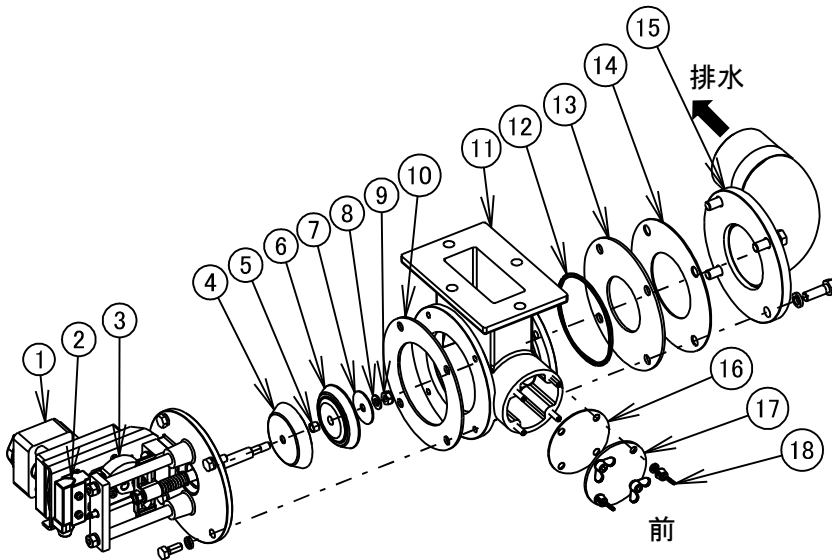

図 8-12
8. 3. 7 排水弁(図 8-12)
4) 排水弁補助弁の交換 (図 8-12)
- ・①モータと②リミットスイッチのケーブルコネクタを外します。①モータアース線を外します。
- ・ボルト(M8)を緩めて①～⑩一体品を取り外します。
- ・⑩Uナット(M8)を緩めて⑤～⑧弁部をシャフトから取り外します。
- ・⑥排水弁補助弁の中央にはまっている⑤排水弁スペーサを取り外し新しい⑥排水弁補助弁に取り付けます。
- ・⑤～⑧弁部をシャフトに逆の手順で組み付けます。
- ・①～⑩一体品をボルト(M8)で組み付けます。
- ・①モータと②リミットスイッチのケーブルコネクタ及び、①モータアース線を接続します。
- ・③排水弁マイクロカム回転方向と排水弁の動作確認を行うこと。